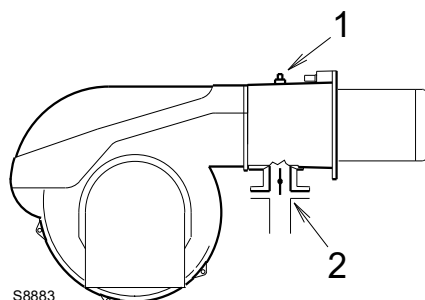

Fig. 18
Presión del gas medida en el conector hembra 1)(Fig. 18), con:
Presión del gas en el conector hembra 1)(Fig. 18) = 9,0 mbar
En cambio para conocer la presión del gas que se necesita en el conector hembra 1)(Fig. 18), una vez fijada la potencia MÁX a la cual se desea que funcione el quemador:
- Leer la presión en el conector hembra 1)(Fig. 18).
presión necesaria en el conector hembra 1)(Fig. 18).